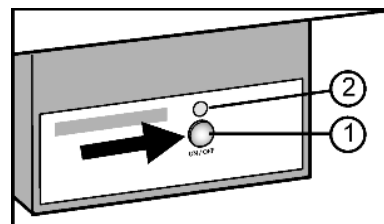

Fig. 29
- ▶ Premere il tasto On/Off Fig. 29 (1) finché si illumina il LED Fig. 29 (2).